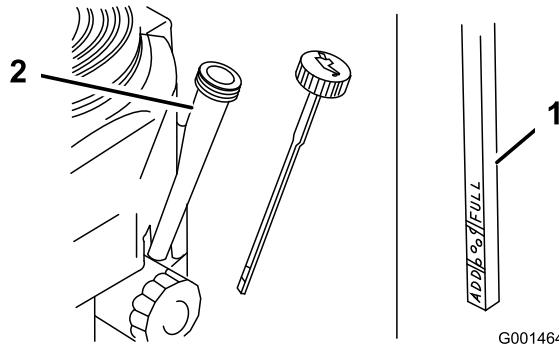

Figura 21
4. Limpie alrededor de la varilla de aceite (Figura 21) para impedir que caiga suciedad por el orificio de llenado y cause daños en el motor.
5. Desenrosque la varilla de aceite y límpie el extremo (Figura 21).
6. Deslice la varilla a fondo en el tubo de llenado, pero no la enrosque en el tubo (Figura 21).
9. Vierta lentamente un 80% aproximadamente de la cantidad especificada de aceite por el tubo de llenado (Figura 21).